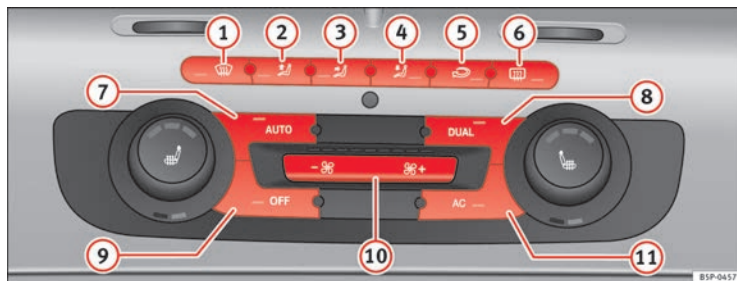

Abb. 133 Bedienelemente der 2C-Climatronic am Kombiinstrument.
- Zum Einschalten des manuellen Betriebs betätigen Sie eine der Tasten \Rightarrow Abb. 133 ① bis ⑤ oder aber die Gebläsetasten ⑩. Die jeweils eingestellte Funktion wird am Display des Radios bzw. des Navigationssystems angezeigt.
- Drücken Sie die Taste  ⇒ Seite 169, Abb. 133 , um den Umluftbetrieb ein- oder auszuschalten. Bei eingeschaltetem Umluftbetrieb erscheint am Display das Symbol .